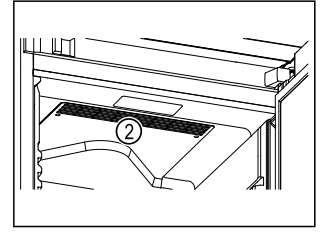

Fig. 62
- ❑ Cirkuliuojančio oro ventiliatoriaus vėsavimo plyšiai Fig. 62 (2) viduje turi būti neuždengti.